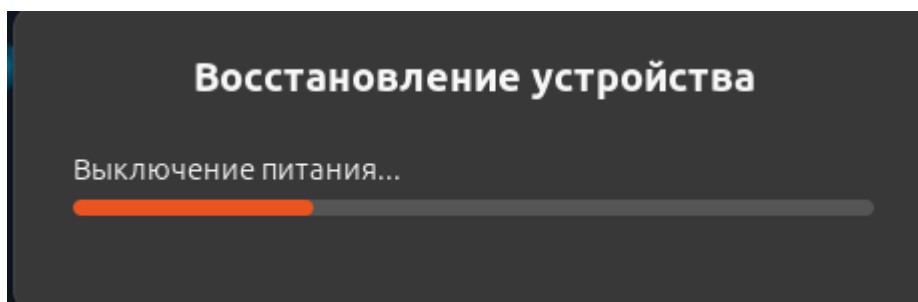

Рисунок II-76 – Уведомление о восстановлении устройства
- неуспешном – запустится восстановление устройства (см. Рисунок II-76).